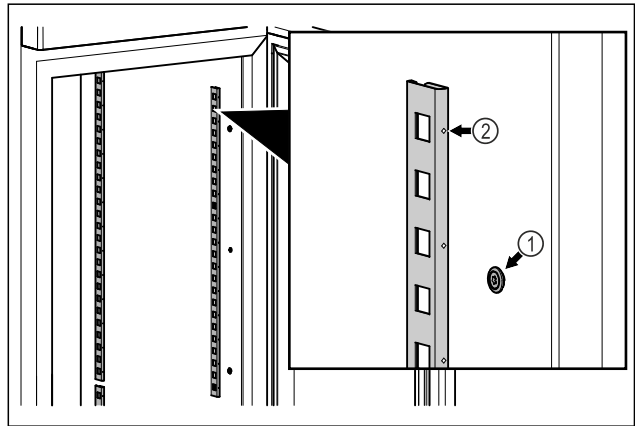

Fig. 56 Beispielhafte Darstellung
- ▶ Rastenleisten in Aufhängung Fig. 56 (1) einhaken. Markierung Fig. 56 (2) muss nach vorne zeigen.